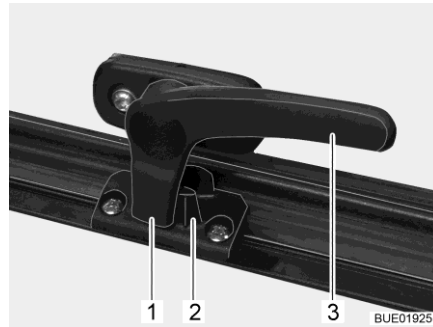

Bild 19 Låsarm (läget "stängd")
- Sväng låsarmen (Bild 19,3) ett kvarts varv mot fönstrets mitt.
- Sväng låsarmen (Bild 19,3) ett kvarts varv mot fönsterkarmen. Låsspaken (Bild 19,1) är placerad på insidan av fönsterlåset (Bild 19,2).
- I läget "helt stängt" (Bild 19).